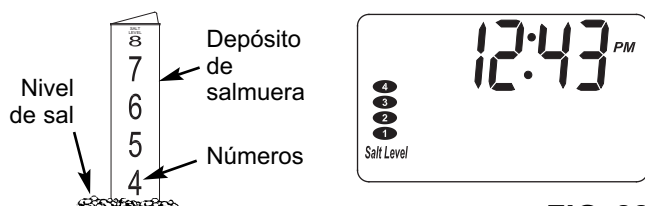

FIG. 22
3. Oprima el botón SET SALT LEVEL (Fijar el nivel de sal) hasta que los óvalos negros correspondan con el número de nivel de sal (vea la Fig. 22). En el nivel 2 o inferior, el indicador LED "Check Salt Level" (Revisar nivel de sal) destellará.